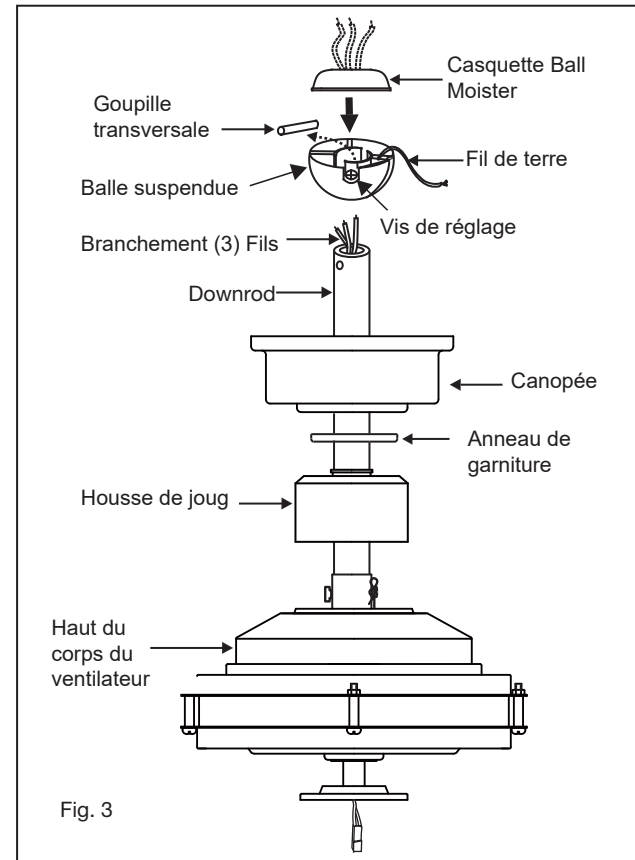

Fig. 3
- 6 Glissez le couvercle de l'étrier, l'anneau de garniture et la verrière sur la tige de suspension. (Fig.3)
- 8 Faites passer les fils à travers les trous du capuchon d'humidité de la bille en caoutchouc et faites glisser le capuchon vers le bas sur le dessus de la bille. (Fig.3)
- 1 Retirez la plaque murale existante et l'ancien interrupteur de la boîte de prise murale. (Fig. 3)
Un flux d'air VERS LE BAS crée un effet de refroidissement comme illustré à la figure 3. Cela vous permet de régler votre climatiseur sur un réglage plus chaud sans affecter votre confort.